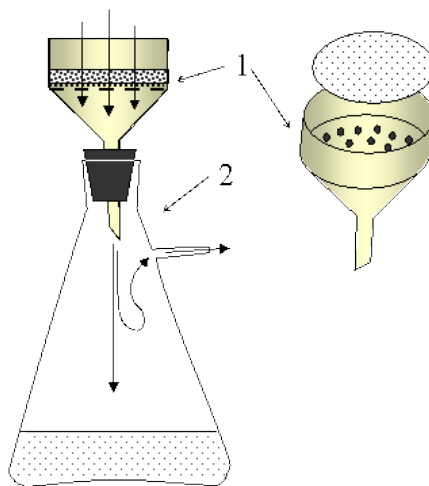

Рисунок 6 – Частина приладу для вакуумного фільтрування:
1.6. Після цього охолодіть утворені кристали та відфільтруйте їх методом вакуумного фільтрування (рис. 6).